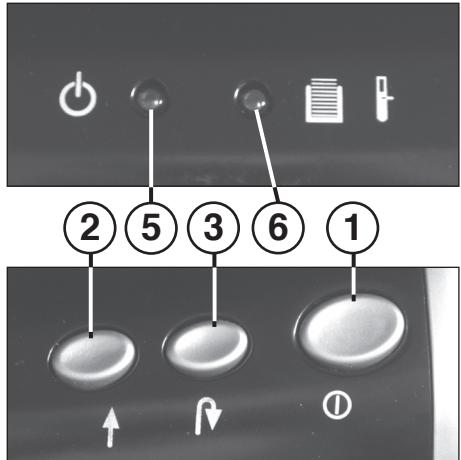

fig. 1
1 = Interrupteur à poussoir „prêt à fonctionner“ (fig. 1)
2 = Touche marche avant (fig. 1)
3 = Touche marche arrière (fig. 1)
5 = Voyant de contrôle „prêt à fonctionner“ (fig. 1)
6 = Voyant de contrôle (rouge / jaune) (fig. 1)
Appuyer sur l'interrupteur à poussoir (1) (fig. 1) de la machine. Le voyant de contrôle (5) (fig. 1) s'allume.
Lorsque le récipient collecteur pour papier est plein, la machine se met hors circuit. Un signal sonore retentit. L'affichage de contrôle (6) (fig. 1) s'allume (rouge).
- Extraire le récipient collecteur (9) avec le bac collecteur (10) hors du caisson du boîtier.
- Le signal sonore s'arrête. L'affichage de contrôle (6) (fig. 1) s'éteint.